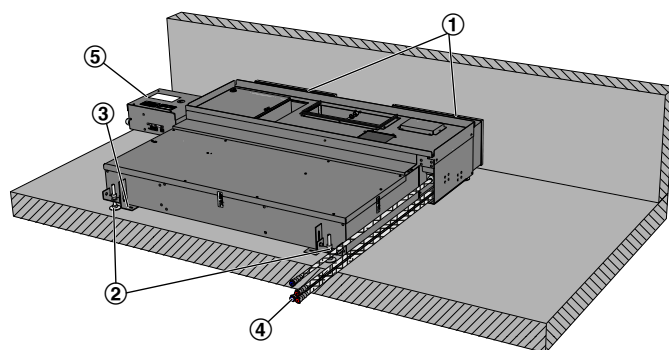

Abb. 5: Geräteaufstellung, Beispiel FSL-U-ZAS Ausführung rechts
1. ▶ Lüftungsgerät mit den Luftöffnungen (Abb. 5/1) vor die Öffnungen der Fassade stellen.
Stellfüße (Abb. 5/2) so justieren, dass die Luftöffnungen des Gerätes mit den Luftöffnungen in der Fassade übereinstimmen. Stellfüße kontern. Gerät etwas an die Fassade schieben, so dass die Dichtungen geringfügig komprimiert werden und das Lüftungsgerät dicht mit den Fassadenöffnungen verbunden ist.
2. ▶ Das Lüftungsgerät mit geeigneten Schrauben ( $\varnothing$  6 mm) mit den Befestigungswinkeln (Abb. 5/3 am Rohfußboden fixieren.
3. ▶ Wasseranschlüsse (Abb. 5/4) herstellen, (flexible Anschlussschläuche optional),  $\varnothing$  15 und auf Dichtheit prüfen (abdrücken).
4. ▶ Elektrische Anschlüsse an der Reglerbox (Abb. 5/5) herstellen,  $\varnothing$  16 und Funktionsprüfung durchführen.